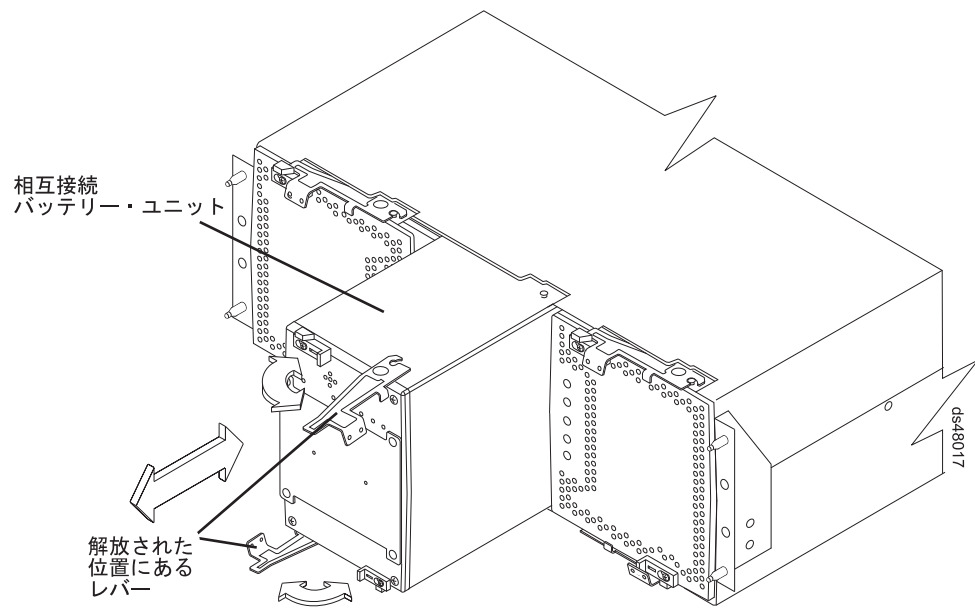

図 97. DS4800 から相互接続バッテリー・ユニットの取り外し
7. 相互接続バッテリー・ユニットの上部および下部両方のレバーのラッチを外し、両方のレバーを同時にそのまま外に回転させて、障害のある相互接続バッテリー・ユニットを取り外します。(189 ページの図 97 に、ストレージ・サブシステム・シャーシからスライドする相互接続バッテリー・ユニットを示します。)